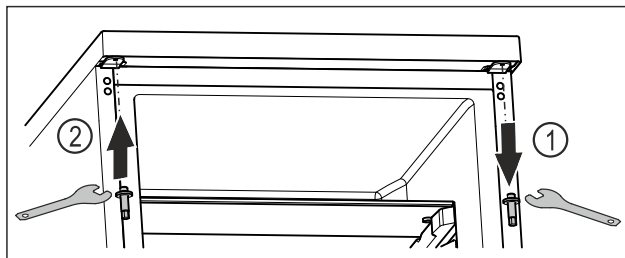

Fig. 18
- ▶ Dévisser l'axe supérieur avec une clé mâle coudée pour vis à six pans creux. Fig. 18 (1)
- ▶ Serrer l'axe du côté opposé avec une clé mâle coudée pour vis à six pans creux. Fig. 18 (2)